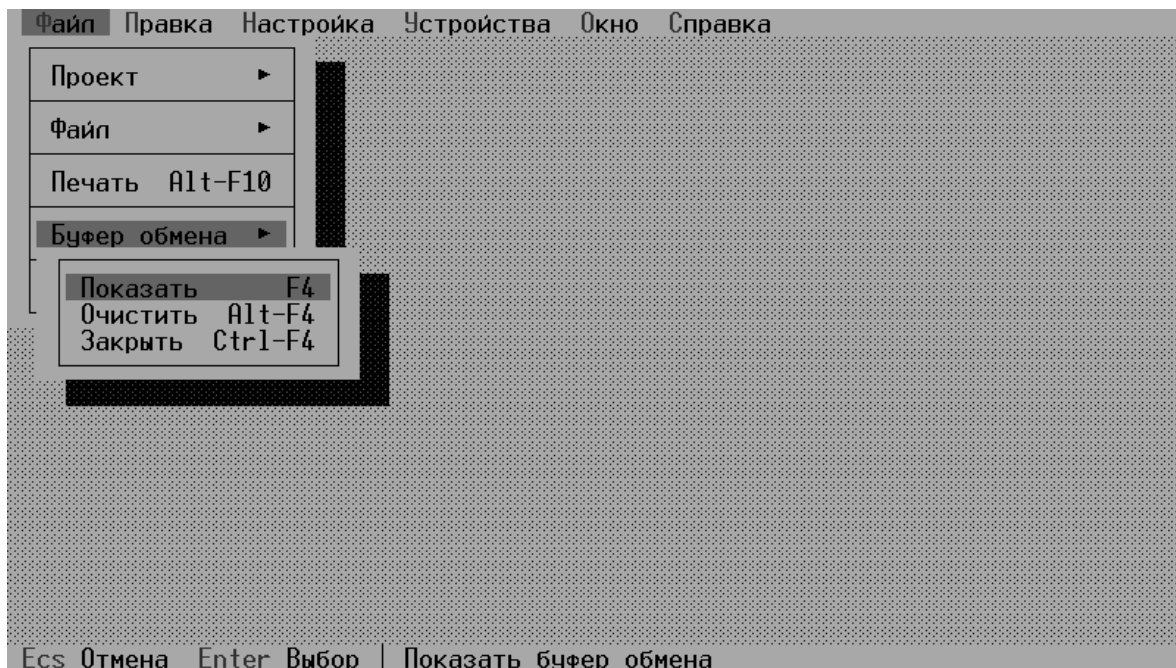

Рис. 5. Меню **Файл** программы (подменю **Буфер обмена**).
- отобразить на экране, убрать с экрана, очистить окно буфера обмена (опция **Буфер обмена [ Показать, Очистить, Закрыть]** или комбинация кнопок клавиатуры **<F4>**, **<Alt-F4>** или **<Ctrl-F3>** соответственно, см. рис.5). При отображении или закрытии окна буфера обмена текущие данные проекта и файла не изменяются, при очистке буфера обмена - текущие данные проекта и файла будут удалены из памяти (аналогично выполнению двух опции **Новый проект** и **Новый файл** одновременно).